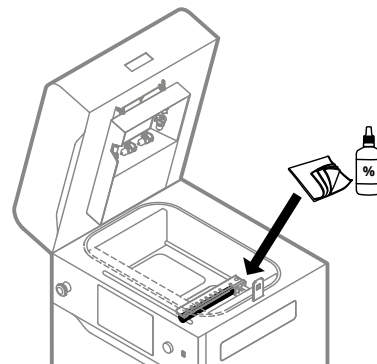

Abb. 12.59 Verwende Tücher und Ethylalkohol, um die Recoaterwalze zu reinigen, wenn sie sich über dem Print Bed befindet.
16. Wische die Recoater-Walze noch einmal mit einem trockenen Tuch ab, und entferne das Pulver (Abb. 12.59).
17. Als Nächstes wischst Du die Recoaterwalze mit einem in Ethylalkohol getränkten Tuch ab (Abb. 12.59). Drücke auf **DONE**.